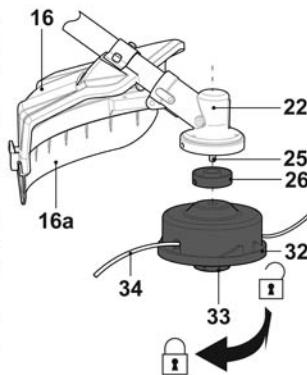

Рис. 31
- Снимите режущую головку [32], отвинтив ее против часовой стрелки (рис. 31).